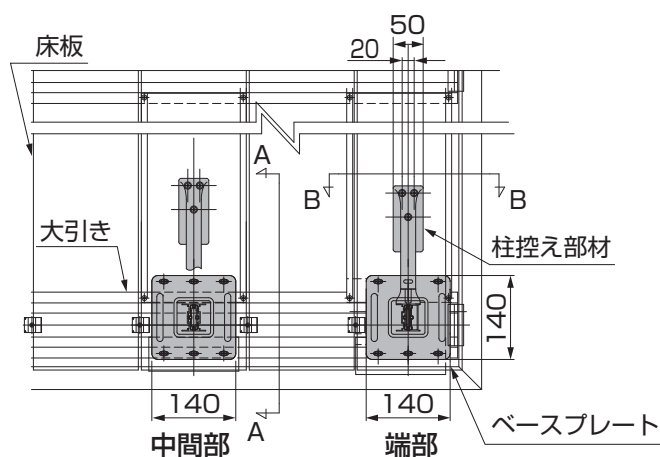
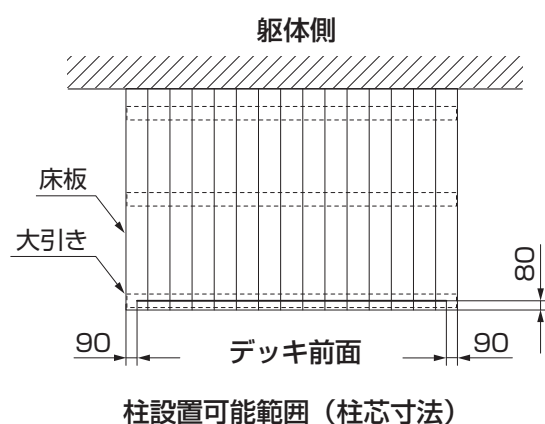
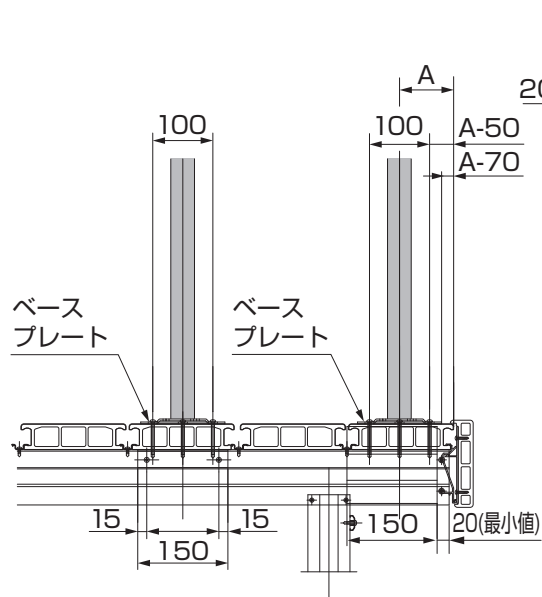
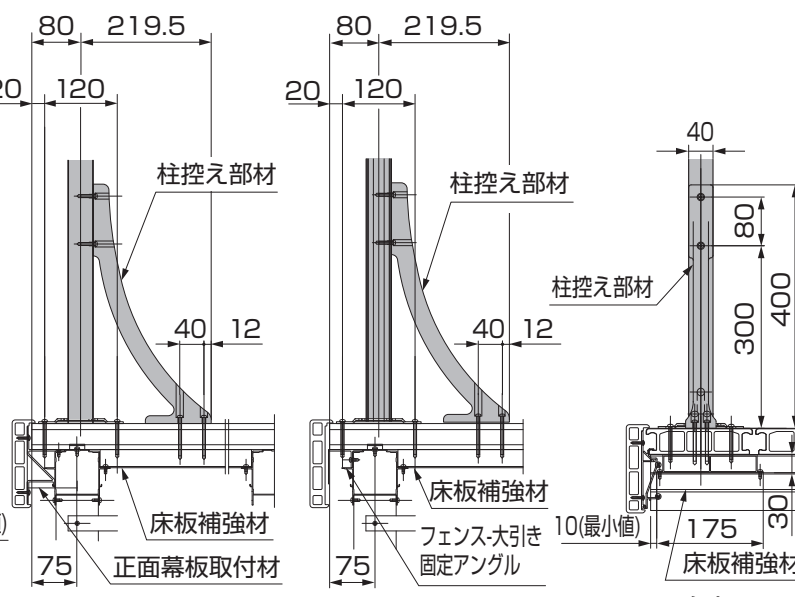

図3-6
図3-7
図3-8
図3-9
- デッキの中間部に立てる場合、端部に立てる場合には図3-6、図3-7、図3-8、図3-9を参照して取付けてください。
- 図3-8のA寸法値の最小値は90mmです。
- 図3-8のA寸法値の最大値は、フェンス-大引き固定アングルに手が届く約400mmの範囲内で自由に設定することができます。